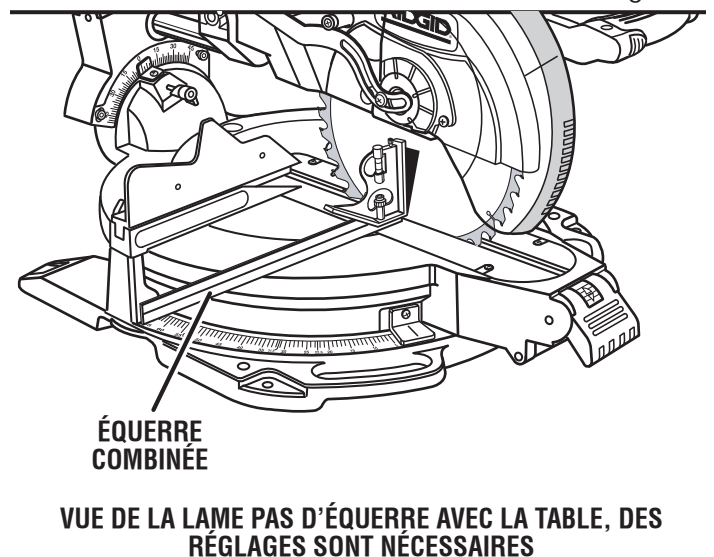

Fig. 30
- Si le haut ou le bas de la lame s'écarte de l'équerre, comme le montrent les figures 30 et 31, des réglages sont alors nécessaires.